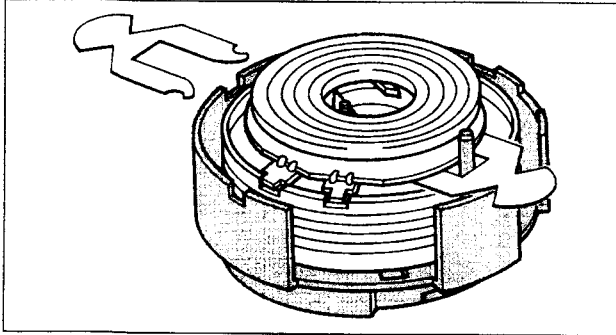

Abb. M6
- Die zwei Mylarfolien (jeder neuen Service-Kopfscheibe beige-packt) in die Kopfscheibe einsetzen (Abb. M6).